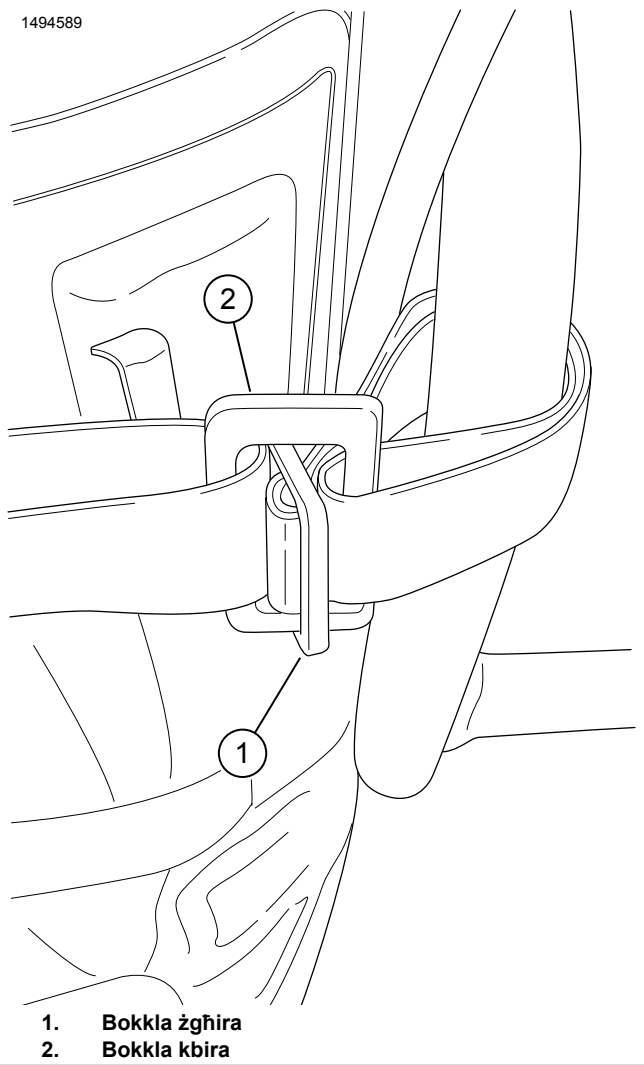
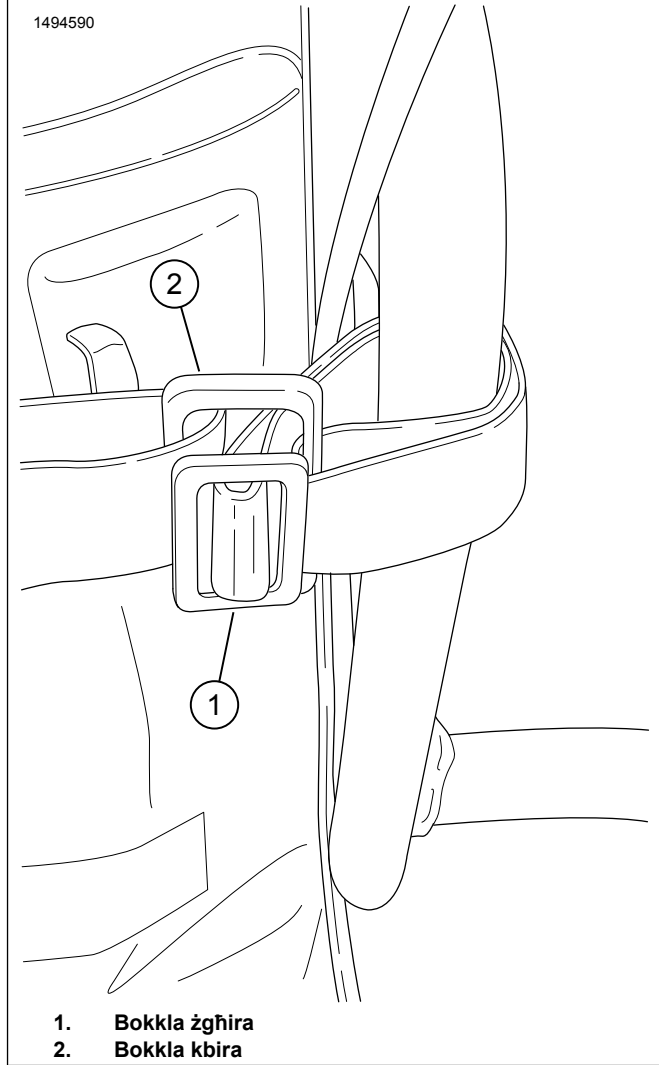

Figura 6. Proċess taċ-Ċinga tat-Tensjoni 2
Figura 7. Proċess taċ-Ċinga tat-Tensjoni 3
- a. Ara Figura 6 u Figura 7. Daħħal il-bokkla zġhira (1) fil-bokkla kbira (2).